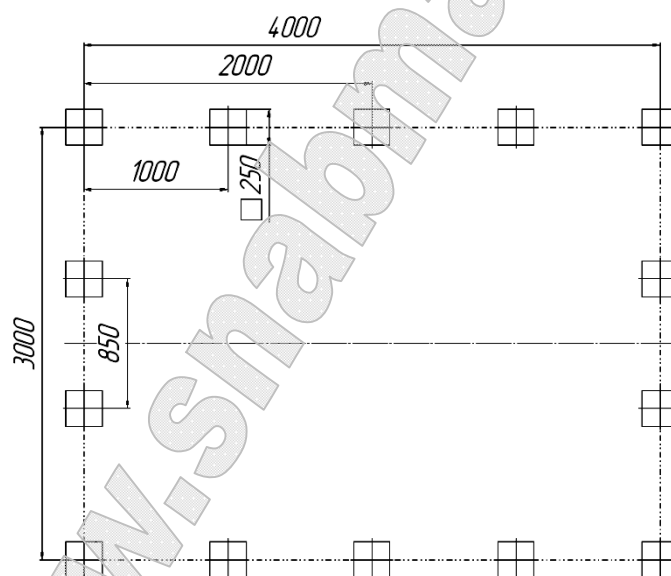

РИС.1.
5.3. Выкопайте углубление размером 250*250мм, глубиной 350-400мм см. рис. 1.